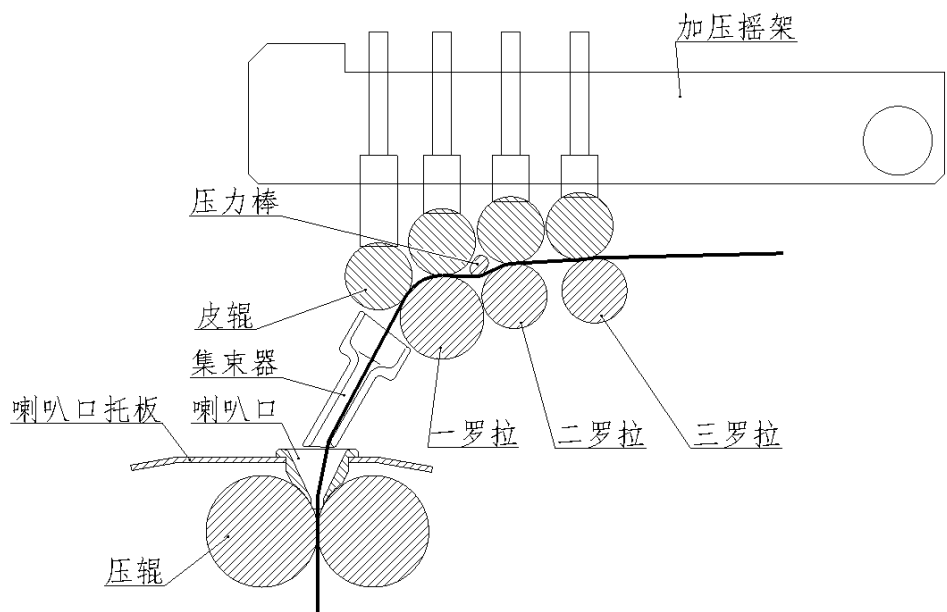

图2-4 牵伸系统剖面示意图
2.2.1 牵伸机构(参见图2-4，属牵伸组件)
2.2.2 加压机构（属牵伸组件，参看图2-4）
2.2.3 压辊机构（属牵伸组件，参看图2-4）